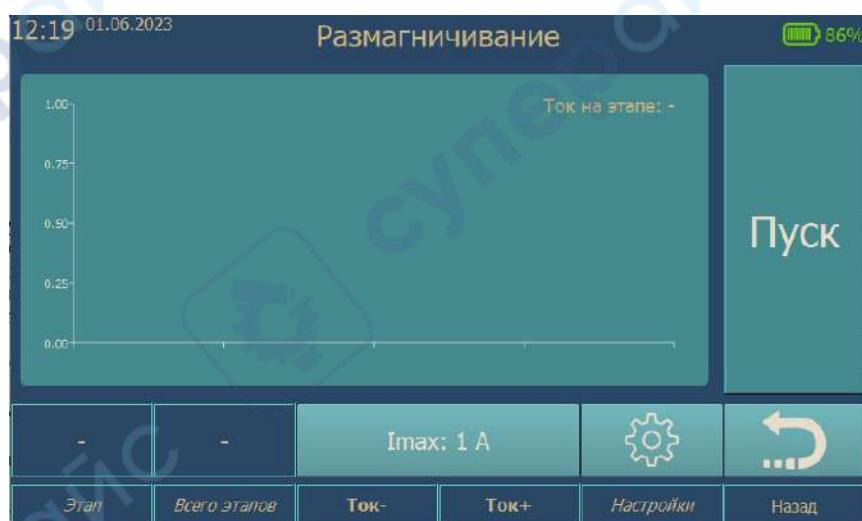

Рис. 5. Режим размагничивания
- 2.5.1. Микроомметр оснащены функцией размагничивания магнитопровода трансформатора. В соответствии с п. 6.2 ГОСТ 3484.1-88 размагничивание проводится циклическим перемагничиванием магнитопровода с постепенным уменьшением амплитуды тока обмотки трансформатора (по частным циклам). При переключении в режим размагничивания экран прибора приобретает вид представленный на рис. 5.